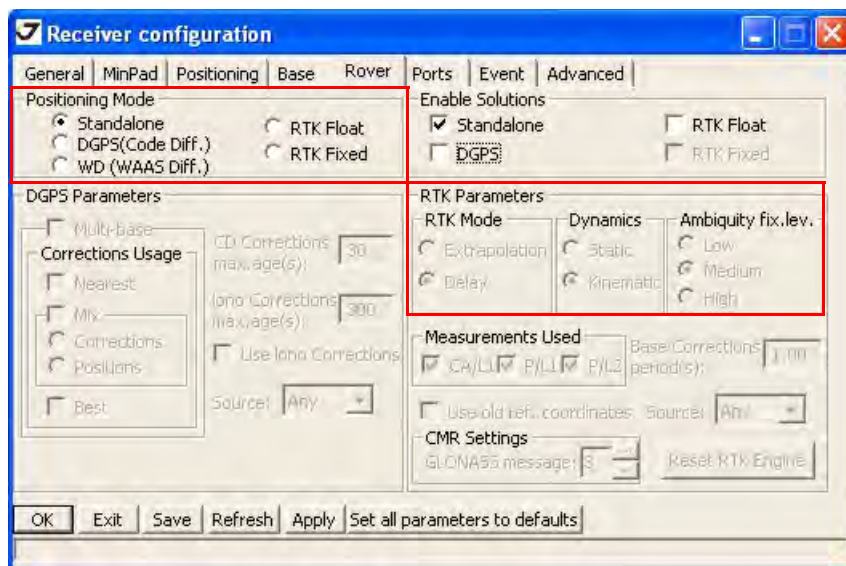

Рисунок 3-18. Закладка Rover
9. Для подвижного приемника (ровера) откройте закладку *Rover* и произведите настройку следующих параметров, затем нажмите *Apply* (Рисунок 3-18 на стр. 58).